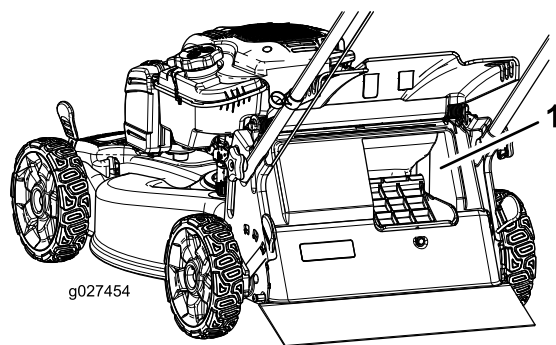

Figure 23
**Important:** Pour que le ramassage s'effectue correctement, enlevez les déchets d'herbe et autres qui se trouvent sur le volet de ramassage sur demande et l'ouverture (Figure 23) avant de changer la position du levier de ramassage sur demande.